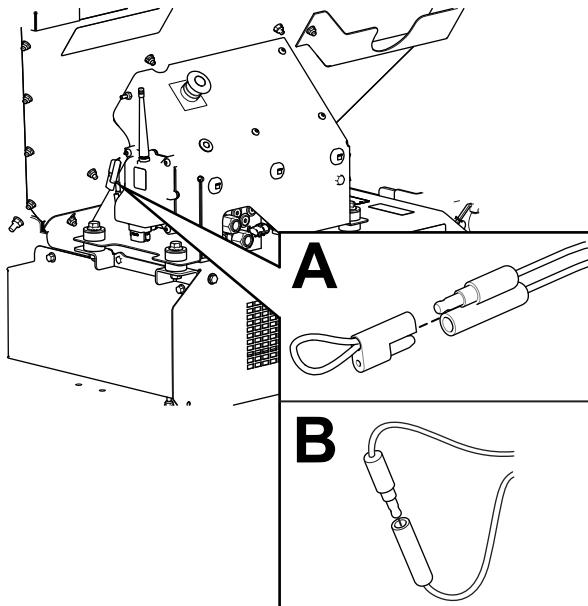

Figura 59
2. Retire el tapón de los 2 conectores de derivación diagnósticos (Figura 59, A).
3. Conecte entre sí los conectores de derivación diagnósticos (Figura 59, B).
- Desconecte los conectores de derivación diagnósticos (Figura 59, B).
- Coloque el tapón en los 2 conectores de derivación diagnósticos (Figura 59, A).